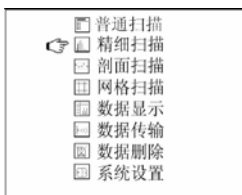

图 3.3 菜单界面
- 按钮【】，打开电源。屏幕显示开机界面（图 3.2），约 5 秒钟后自动进入菜单界面（图 3.3）。
- 按【↑、↓】键，选择扫描模式（图 3.3）
按菜单键，回到图 3.3 的主菜单界面。